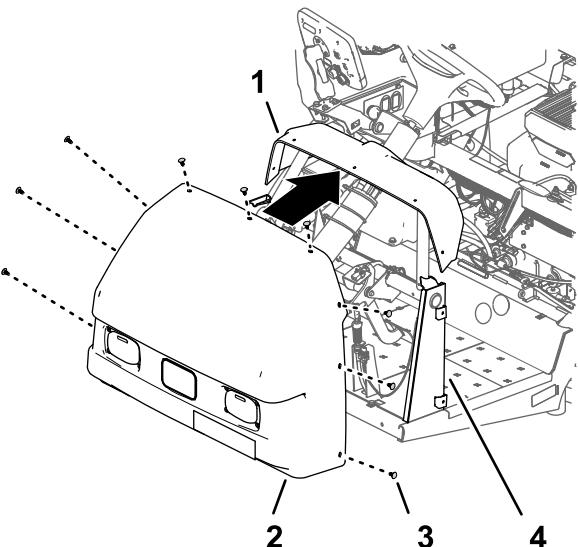

Figura 214
1. Alinhe os furos do capot no capot com os furos no painel de instrumentos e estrutura da máquina (Figura 214).
2. Prenda o capot ao painel de instrumentos e estrutura com nove fixadores de pressão (Figura 214).